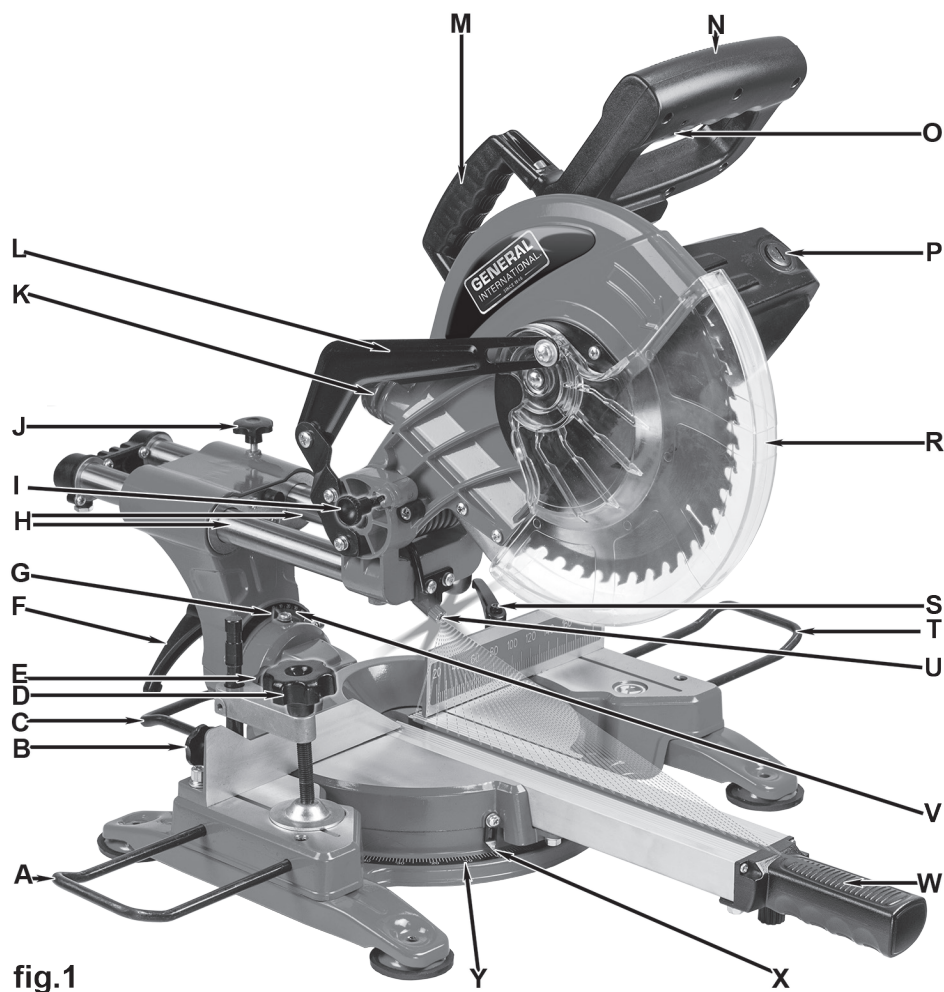

fig.1
- Pour libérer la tête de coupe de sa position d'entreposage et d'expédition, poussez légèrement sur la tête et tirez sur le bouton à ressort de verrouillage de la tête (I, fig.1), situé du côté droit, derrière le moteur. Tournez-le d'un quart de tour jusqu'à ce que l'axe de l'arbre se repose dans la petite rainure pour assurer que le bouton reste sorti.
- Pour déverrouiller le réglage de l'angle de la tête (biseau), desserrez le levier de réglage de chanfrein (F, fig.1) situé à l'arrière de la scie. Verrouillez-le une fois que la lame est inclinée à l'angle désiré.
Deux rallonges latérales de la table de travail (A et T, fig.1) sont incluses avec votre scie pour supporter les longues pièces à travailler.
2. Insérez sa tige dans le trou puis serrez la vis de rétention à ailettes (B, fig.1 et 2). Des rainures autour de la tige permettent son maintien vertical par la vis à ailette tout en lui permettant de tourner pour installer facilement la serre de maintien du travail.
- Serrez le bouton de serre de maintien (D, fig.1) pour bloquer la pièce de travail.
1. Raccordez le boyau d'un système de collecte de poussière (non fourni) à la buse sortie du capteur de poussière située à l'arrière du garde protecteur (J, fig.1).
3. Allumez la guide de coupe laser, en utilisant l'interrupteur sur la surface supérieure de la poignée, à droite de la poignée de transport (M, fig.1 et 2).
4. La scie étant en position élevée le garde lame (Q, fig.1 & 2) complètement descendu, appuyez sur la gâchette (N, fig.1 & 2) dans la poignée pour démarrer la scie.